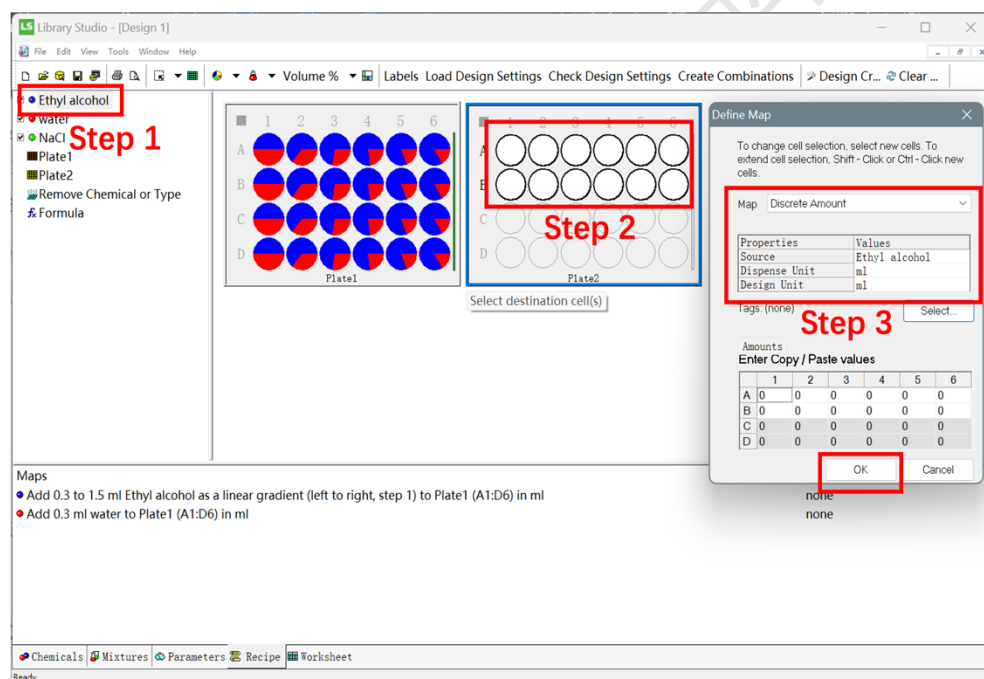

图 6-2-8
- 3) 添加化学品到实验板位中: 如图 6-2-8, 按照实验顺序, 选中“Sources”中的对应化学品, 并直接拖入对应板位中, 再在板位上选中需要添加该化学品的孔位(若需加入多个孔位, 可以直接拖拽选择连续孔位, 或者按下“Ctrl”键后鼠标左键选择相应孔位)。随后在出现的“Define Map”窗口中, 设置该化合物的单位(Dispense Unit 及 Design Unit, 两个单位必须保持一致), 所选单位应与样品类型匹配(例如, 固体选 mg/ug, 液体选 mL/μL)。其中“Map”选项的下拉菜单中也有多种输入方式可选, 包括手动输入(Discrete Amount)、表格导入(Exists)、百分比递增(Geometric)、梯度递增(Gradient)、统一(Uniform)等。完成后选择“OK”, 用同样的方法编辑添加其他化学品。